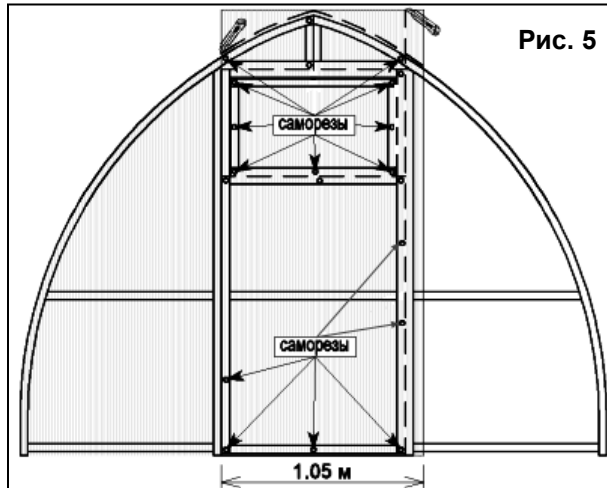

Рис. 5
Обрежьте поликарбонат по дуге и вдоль правой стойки (рис. 5).
8. Сделайте прорезы (показаны пунктирной линией на рис. 5) по горизонтальным и вертикальным краям форточки и двери, чтобы они открывались.